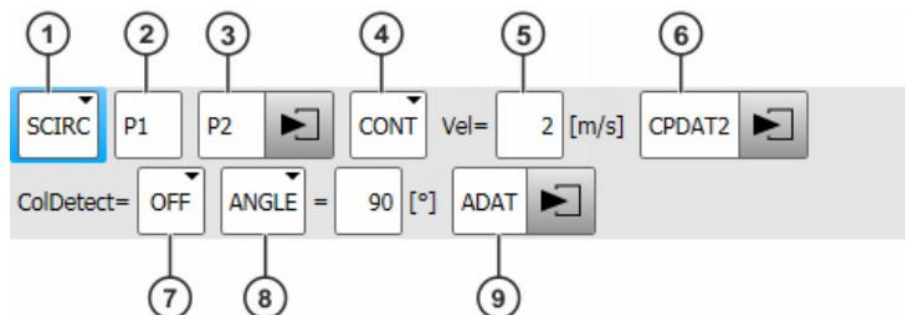

Рис. 3.8 Встроенный формуляр **SCIRC**
Формуляр SCIRC отличается от формуляра **SPTP** или **SLIN** введением вспомогательной точки P_{AUX} (рис. 3.3) и угла, стягивающего дугу окружности (2) и (8) на рис. 3.8.